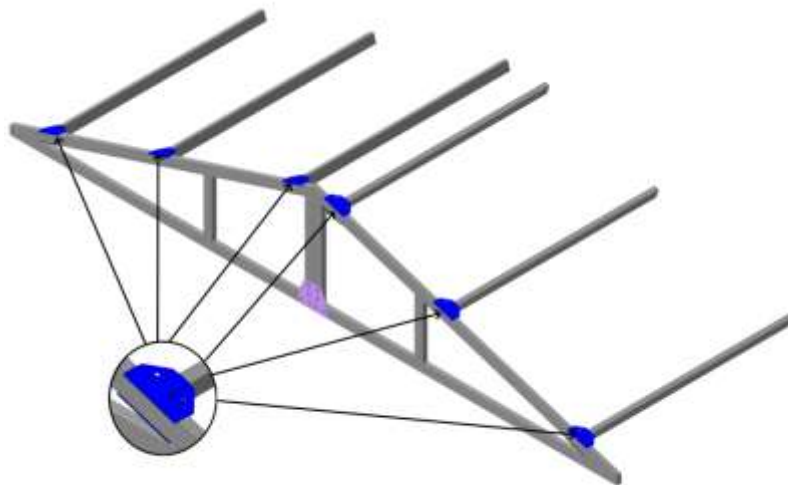

РИС. 2
4.1.2. Присоедините к одной из ферм в боковой плоскости 6 соединителей при помощи краб – Т и винтов М6×50, шайб М6, гаек М6 (РИС. 2).